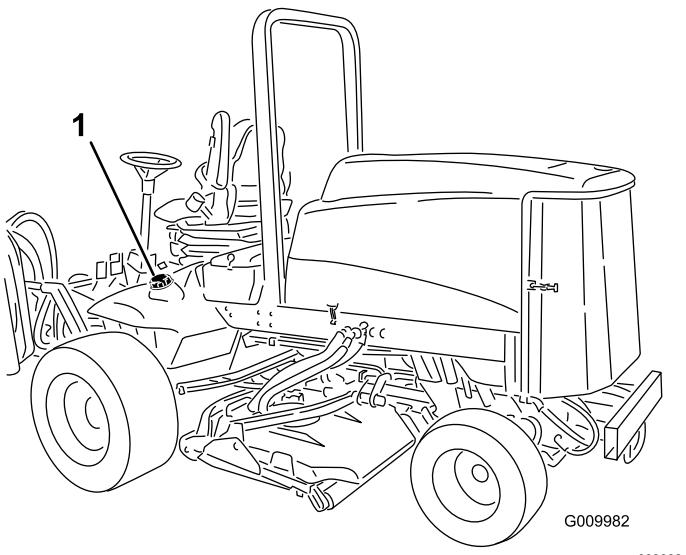

Figure 21
1. Enlevez le bouchon du réservoir de carburant (Figure 21).